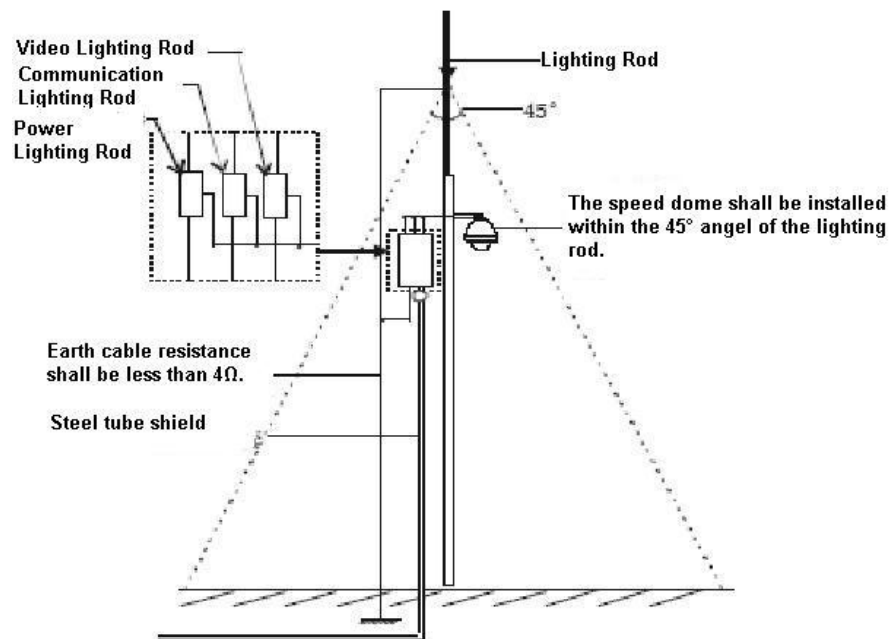

Рисунок 7-1
- Система должна позволять эквипотенциальное электрическое соединение. Заземляющее устройство должно отвечать требованиям защиты от помех и одновременно соответствовать вашим местным требованиям безопасности. Заземляющее устройство не должно быть замкнуто накоротко на провод N (нейтраль) высоковольтной питающей сети или объединено с другими проводками. Если система соединяется с отдельным заземлением, сопротивление заземления должно быть не более 4 Ом и сечение заземляющего провода не больше 25 мм². Смотрите Рисунок 7-1.